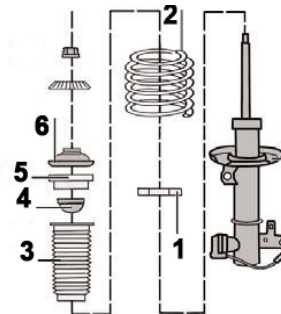

Fig. 7:
- **Fig. 7** Federbein in geeignete Haltevorrichtung klemmen und Federspanner ansetzen.
- **Fig. 7** Clamp the suspension strut in a suitable holding device and apply spring tensioner.
- **Fig. 7** Insérer la jambe de force dans un dispositif de support approprié et fixer le tenseur de ressort.
- **Fig. 7** Fijar el amortiguador con ayuda de un dispositivo apropiado y colocar el tensor de resorte.
- Kolbenstangenmutter abschrauben. **Fig. 7** Original Fahrwerksfeder mit den Anbauteilen (1 - 6) aufsetzen.
- Unscrew piston rod nut. **Fig. 7** Position original suspension spring with add-on parts (1 - 6).
- Dévisser l'écrou de la tige de piston. **Fig. 7** Mettre en place le ressort d'essieu d'origine avec les composants (1 - 6).
- Desatornillar la tuerca del eje del amortiguador. **Fig. 7** Colocar el muelle original del vehículo con las piezas adicionales (1 - 6).